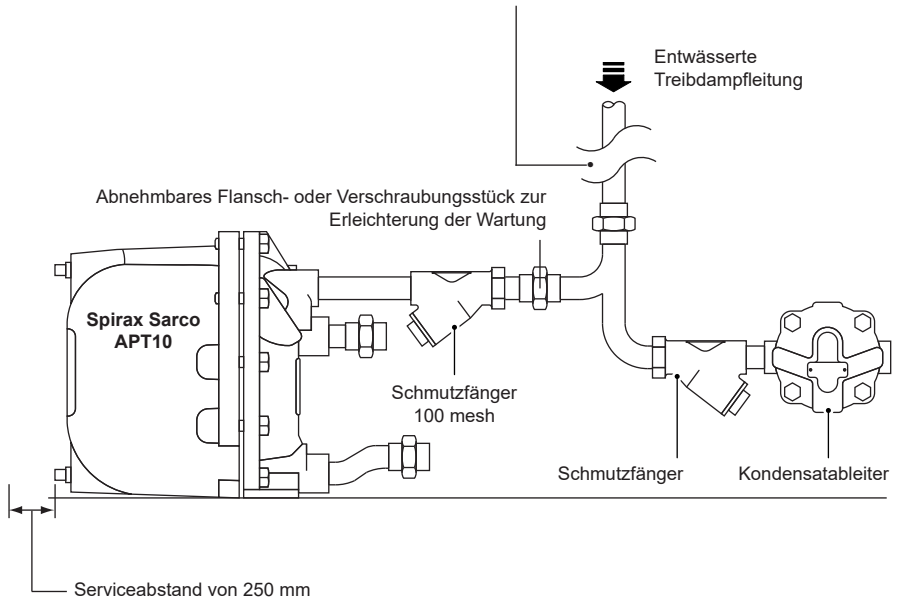

Abb. 4 Vorgeschlagene Anbindung der Zu- und Abluftleitungen
3.3 Anschlüsse (siehe Installationsschema Abb. 4 gegenüber)
- 4.1** Nachdem sichergestellt wurde, dass die Ein- und Auslassrohrverbindungen sowie die Anschlüsse für Antrieb und Entlüftung gemäß Abb. 4 und 5 gekoppelt sind, öffnen Sie langsam die Antriebsdampf-Zuleitung, um den APT10 mit Druck zu versorgen. Stellen Sie sicher, dass die Entlüftungs-/Ausgleichsleitung offen ist und nirgendwo behindert wird.